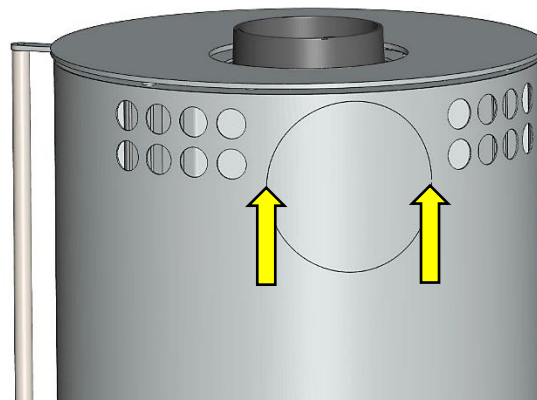

Fig. 11 : ouvrir l'orifice
1. À l'aide d'une lame de scie à métaux, sectionner les points d'attache de l'obturateur sur la face arrière du poêle (Fig. 11).
1. Découper l'ouverture de la rehausse, comme illustré sur la Fig. 11.